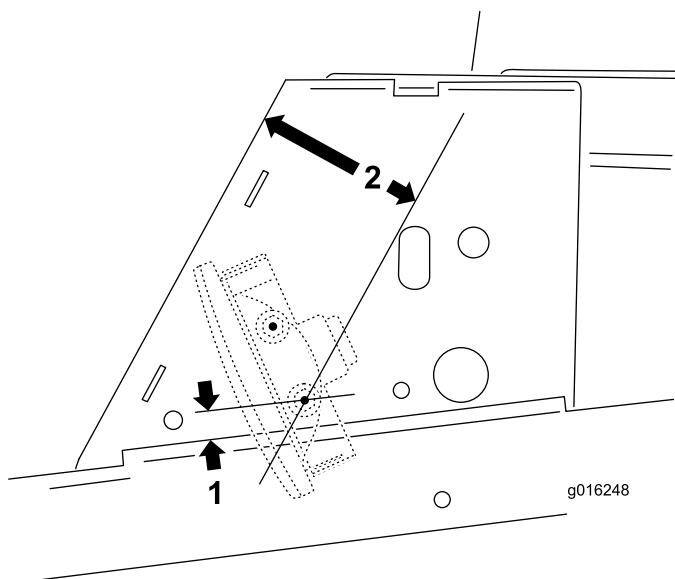

Figura 8
- Mida 1/2 pulgada desde el borde inferior del alojamiento del brazo de control y trace una línea (Figura 8).
- Mida 3 pulgadas desde el borde delantero del alojamiento del brazo de control y trace otra línea (Figura 8).